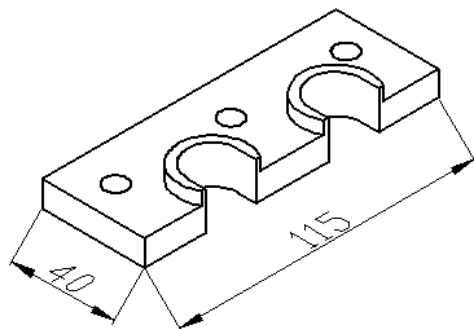

Рис. 16.10. Изометрическое изображение детали после первого этапа простановки размеров
3. Используйте команду **DIMALIGNED** (РЗМПАРАЛ) (см. разд. 11.1.1) для простановки размеров, устанавливая текущим соответствующий размерный стиль (рис. 16.10). Для простановки вертикальных размеров используйте стандартный размерный стиль.